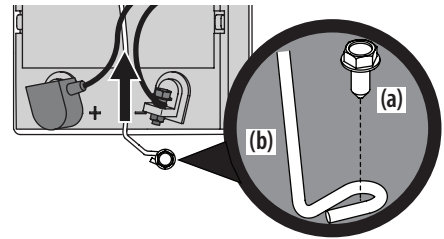

Figure 15
3. Retirez la vis à bride hexagonale (a) fixant le support de fixation de la batterie (b) au châssis. Relevez ensuite le support de fixation de la batterie (b) pour dégager la batterie. Consultez la Figure 15.